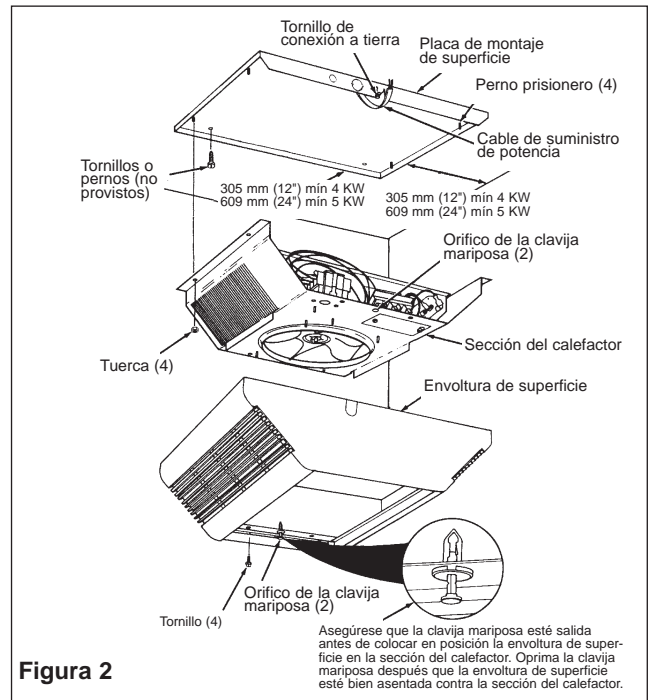

Figura 2
- Coloque en posición la placa de montaje de superficie contra el cieloraso y asegure con pernos o tornillos (Figura 2). Vea la Advertencia No. 9. Conectar el cable de conexión a tierra al tornillo verde de conexión a tierra en la placa superficial de montaje.
- Coloque la sección del calefactor sobre los pernos prisioneros sobre la placa de montaje de superficie (Figura 2).
- Empuje la sección del calefactor sobre los pernos prisioneros y ajuste bien las cuatro tuercas (provisitas) sobre los pernos prisioneros para asegurar la sección del calefactor a la placa de montaje de superficie (Figura 2).
**NOTA:** Asegúrese que la "clavija mariposa" en cada extremo de la abertura de la rejilla de descarga está salida para permitir que el cuerpo de las clavijas mariposa se adapten a los orificios en la sección del calefactor. (Figura 2).
- Instale y ajuste bien los cuatro tornillos (provisitos) para asegurar la envoltura de superficie a la sección del calefactor (Figura 2).